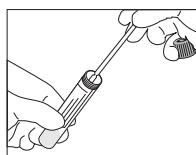

Fig. 1
3. Insérer l'écouillon est utilisé pour le prélèvement, insérer l'écouillon dans le tube jusqu'au point de rupture (s'il existe) pour qu'il atteigne le niveau d'ouverture du tube (Fig. 1).